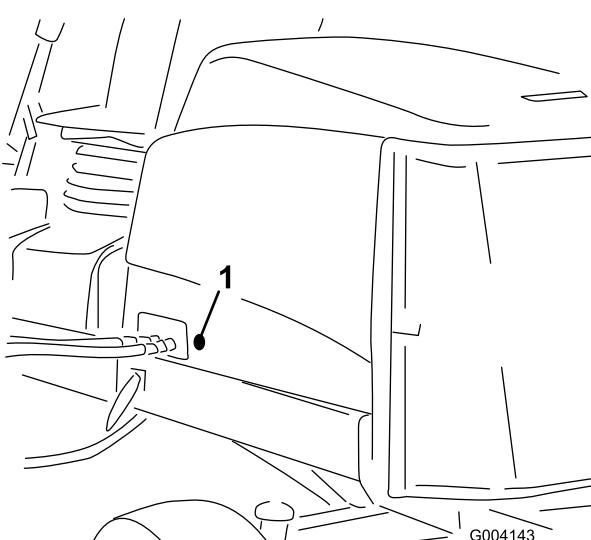

Рисунок 18
- Извлеките резиновую втулку из отверстия с левой стороны капота (Рисунок 18).